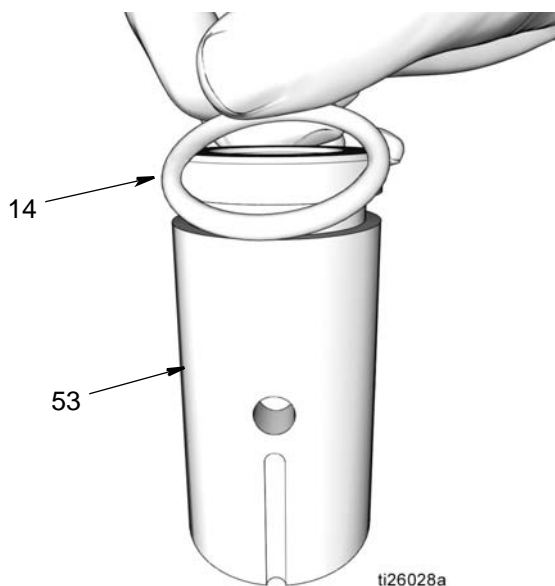

Рис. 41
5. Элемент соединительной муфты насоса (53)
- a. Используйте чистую салфетку для обтирания элемента соединительной муфты насоса (53) и удаления любой грязи или загрязняющих веществ. Осмотрите поверхность на отсутствие любых царапин или повреждения.
- b. Нанесите тонкий слой консистентной смазки на уплотнительное кольцо (14). Установите уплотнительное кольцо круглого сечения вокруг элемента соединительной муфты насоса (d) (Рис. 41).